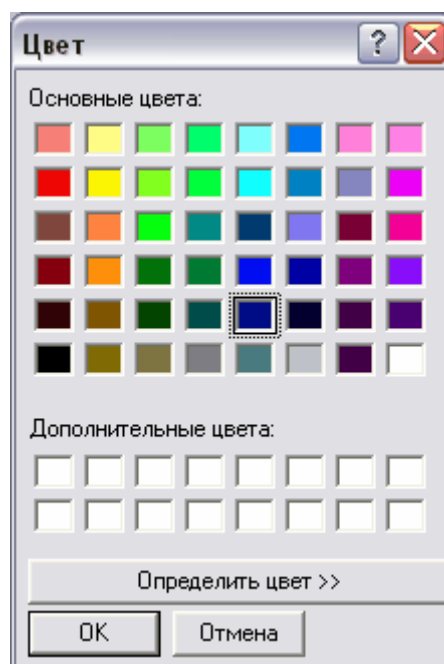

Рис. 14 Установка цвета
2. В появившемся диалоговом окне **Цвет** установите цвета для объекта и текста стандартным образом (Рис. 14).